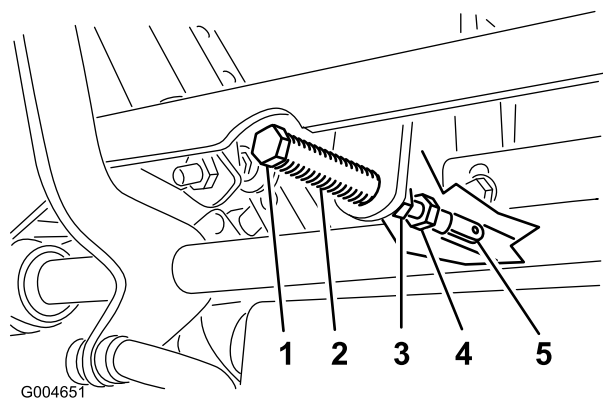

Figure 53
5. Tirez-le ensuite en arrière jusqu'à ce que l'axe de chape (situé sur un bras au-dessus de l'axe de pivot) touche l'extrémité de l'encoche (c.-à-d. commence juste à appuyer sur le ressort), comme montré à la Figure 53.
7. Si un réglage s'impose, desserrez l'écrou et l'écrou de blocage vissés contre la chape (Figure 53).
8. Appliquez une légère pression à l'arrière du levier, et tournez la tête du boulon de réglage dans le sens voulu pour centrer le levier à la position de VERROUILLAGE AU POINT MORT (Figure 53).
9. Serrez l'écrou et l'écrou de blocage (Figure 53).
10. Serrez les écrous de blocage contre les rotules (Figure 53).